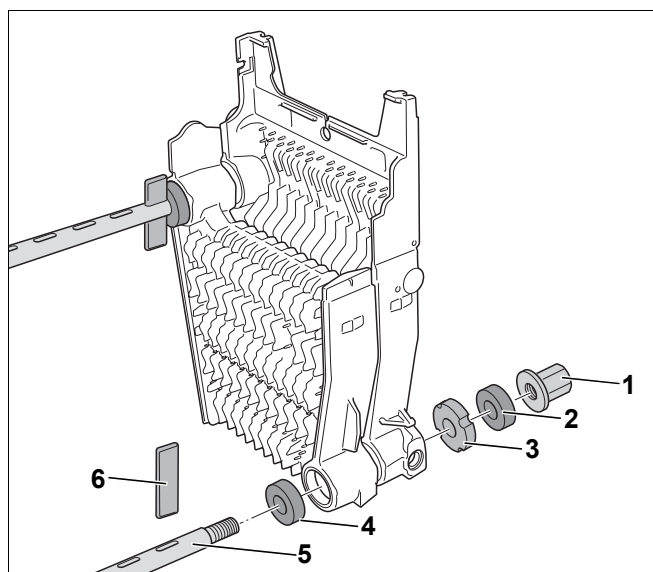

Рис. 7 Установка стяжного инструмента
- Поставьте секции котла на "голову" (рис. 7, стр. 9).